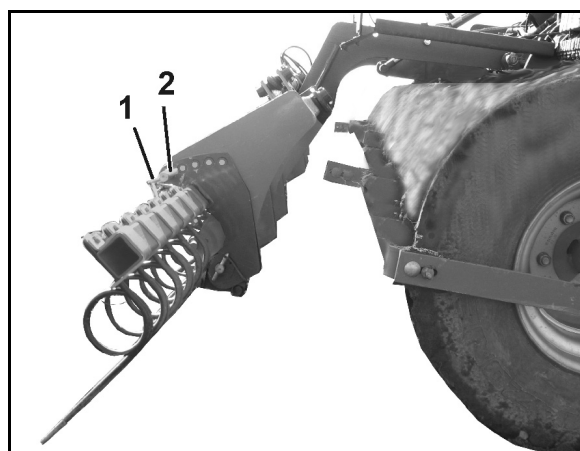

Fig. 42
- harv (Fig. 42)
2. Løsne splinten (Fig. 42/1).
3. Sett innstillingsbolten (Fig. 42/2) i ønsket posisjon.